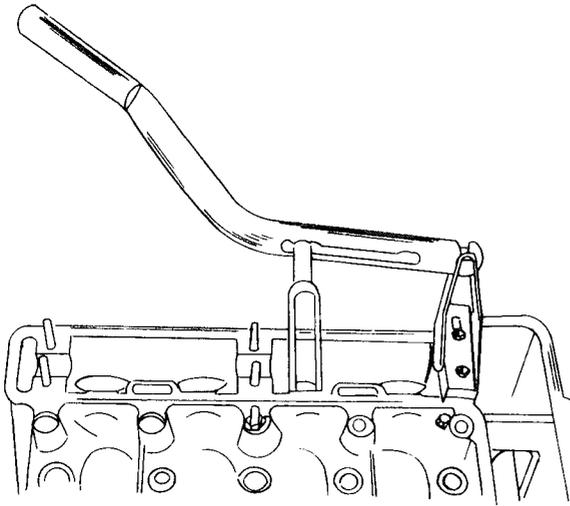
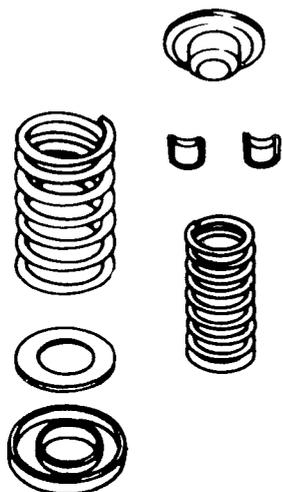

Bild 21
Bild 26
- Ventildfedern mit einem Ventilheber zusammen-drücken, wie es in Bild 21 gezeigt ist, und den Ventildferteller, den Federsitz und die unteren Federteller nach dem Entfernen der Ventilkegel-
- Ventilefedern und die anderen Teile in der in Bild 26 gezeigten Reihenfolge aufsetzen. Die Federn mit einem Ventilheber zusammendrücken, wie es in Bild 21 gezeigt wurde, und die beiden Kegelhälften mit einer Spitzzange einsetzen.